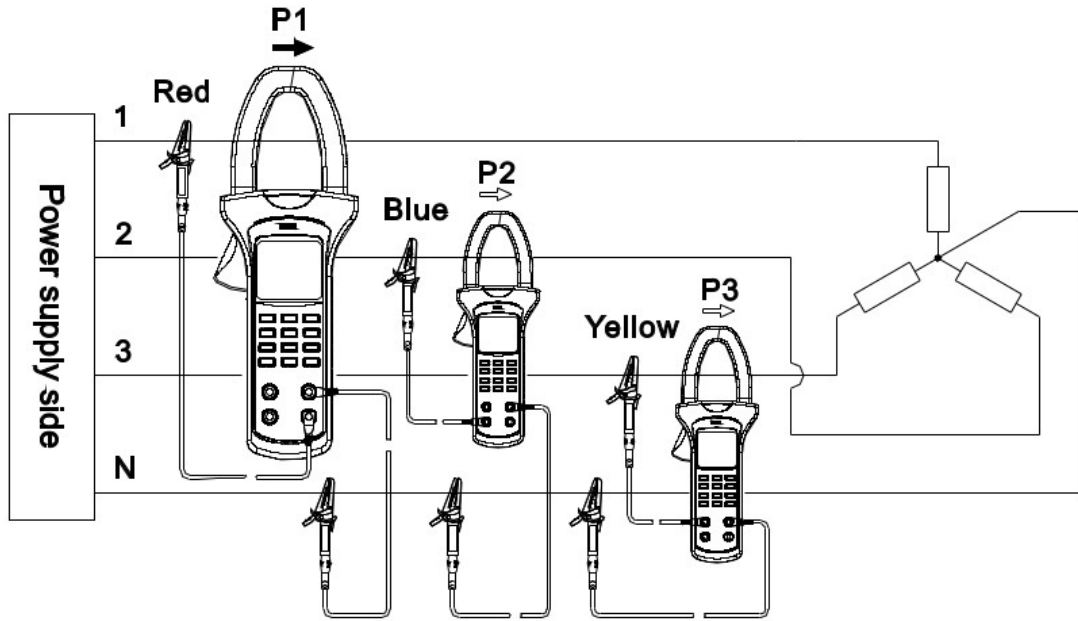

Figura 4 Medición de potencia en un sistema trifásico de cuatro conductores
- 1) Presione la tecla “MENU” para elegir el modo de medición de potencia activa (kW) + tensión (V) + corriente (A).
- 3) Como muestra la figura 4, “V1” es la punta roja, “V2” es la punta azul, “V3” es la punta amarilla. Cada una de ellas debe conectarse a la fase respectiva. La punta negra es “COM”, debe conectarse al cero del circuito trifásico de cuatro conductores.